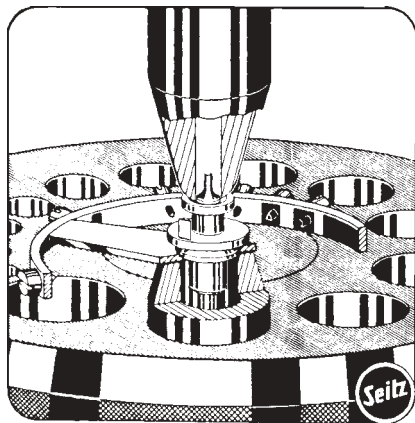

Abb. 56
b) Dient zum Ausschlagen von Stahlplateaus mit polierter Aussenkung in der Sicherheitsrolle (Abb. 56)